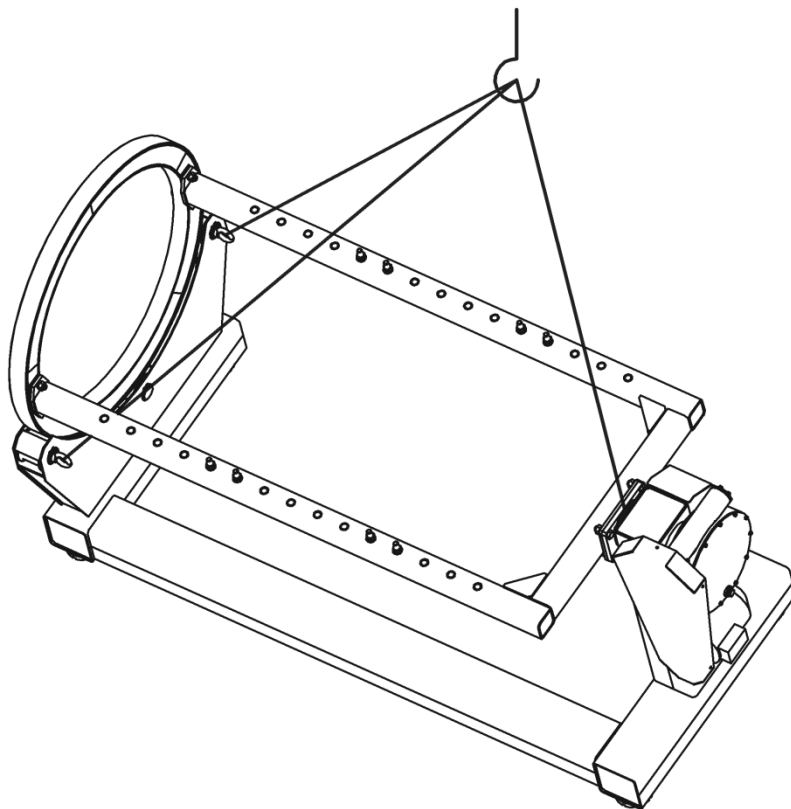

Рис. 3 Схема строповки стенда
9.6. Схема строповки стенда приведена на рис. 3.